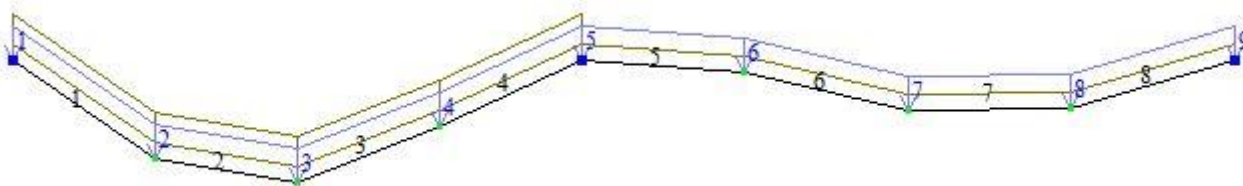

Рис. 7.25. Розрахункова схема з урахуванням переміщення вузлів
- В режимі перегляду результатів розрахунку за умовчанням розрахункова схема відображується з урахуванням переміщення вузлів (рис. 7.25). Для відображення схеми без урахування переміщення